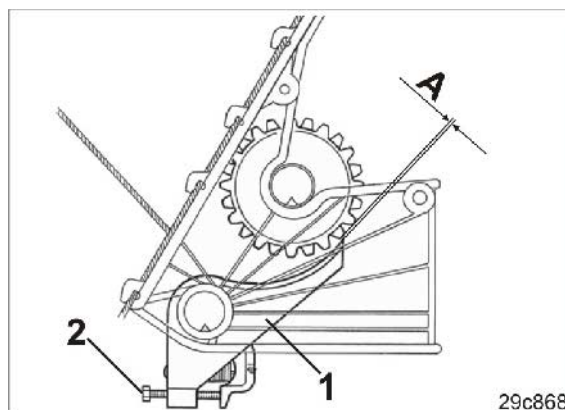

Рис. 220
2. Проверьте клапаны высевных коробок (Рис. 220/1) на легкость хода.
Расстояние «А» (Рис. 220) между клапаном высевной коробки и высевающей катушкой составляет от 0,1 мм до 0,5 мм.
5. При помощи винта (Рис. 220/2) настройте указанное в предписании расстояние.